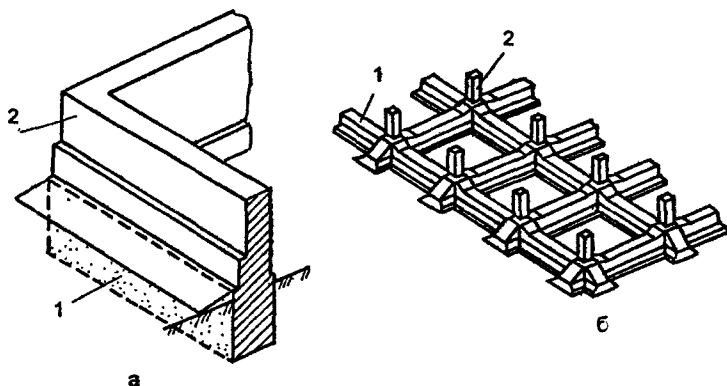

Рис. 12. Конструкции фундаментов:
• **Ленточные фундаменты** (рис. 12) устраивают под стены здания или под ряд отдельных опор. В первом случае фундаменты имеют вид непрерывных подземных стен (рис. 12а), во втором — железобетонных перекрестных балок (рис. 12б).